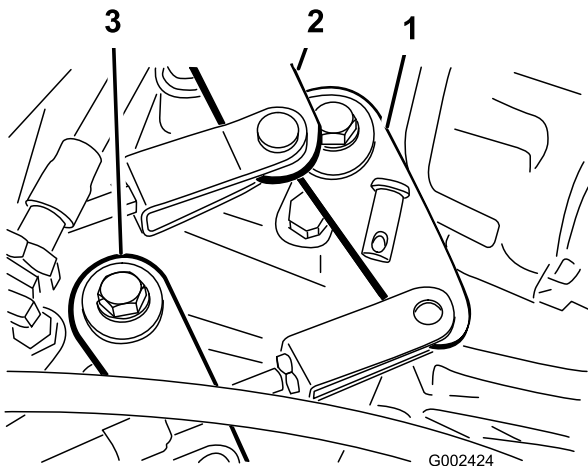

Figura 51
2. Retire los pasadores de horquilla que fijan los cables del cambio de marchas a los brazos de cambio del transeje (Figura 51).
1. Retire el pasador de horquilla que sujeta el cable de Alto–Bajo al transeje (Figura 51).